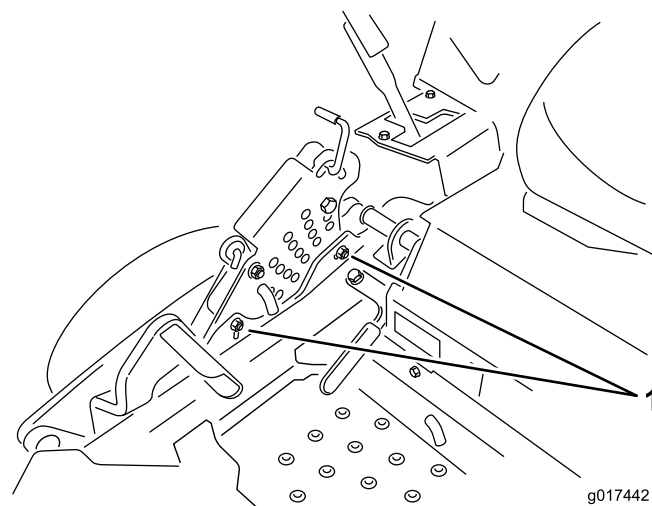

Figure 74
12. Pour régler le système monopoint, desserrez les deux boulons au bas de la plaque de hauteur de coupe. Reportez-vous à Figure 74.
14. Serrez les deux boulons au bas de la plaque de hauteur de coupe (Figure 74). Serrez à un couple de 37 à 45 Nm (27 à 33 pi-lb).